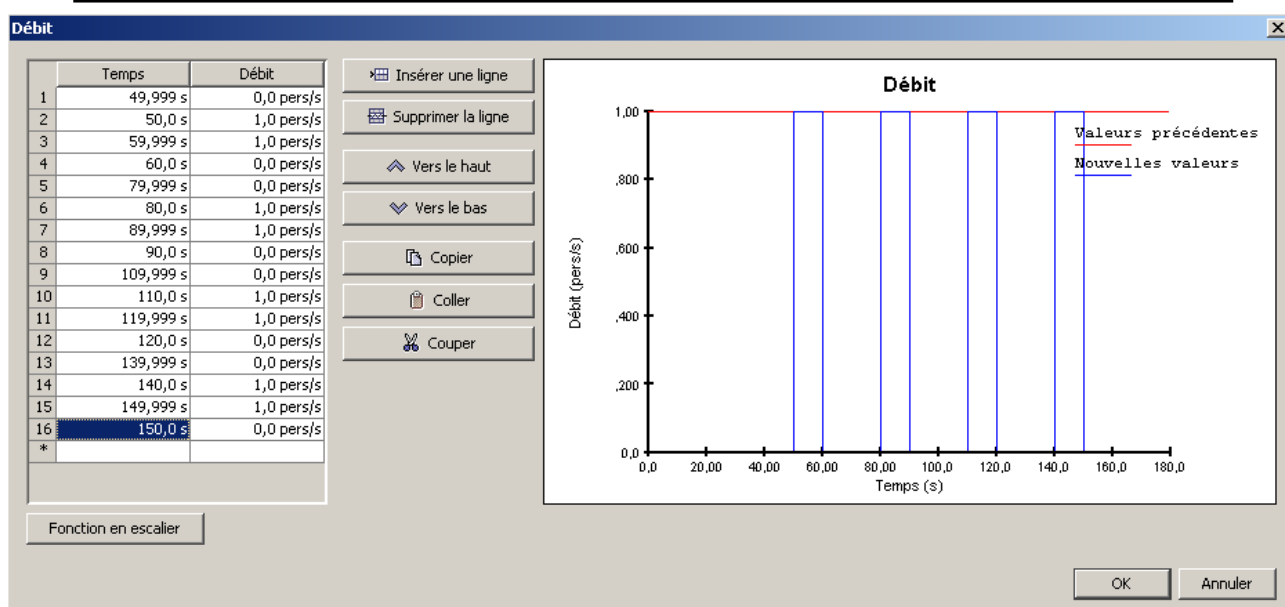

Figure 5.29: Editeur des débits pour l'arrivée d'occupants
- **Débit** : débit auquel les occupants doivent arriver, en nombre de personnes par seconde. Le débit peut être constant, ou décrit par une fonction dans un tableau. L'éditeur du tableau est présenté dans la figure 5.29 plus loin. L'éditeur peut s'employer pour construire automatiquement une fonction périodique en escalier. Pour cela, cliquez sur le bouton **Fonction en escalier**. Le dialogue pour décrire la fonction est présenté dans la figure 5.28, avec les données pour générer la fonction montrée en figure 5.29. Les paramètres pour décrire la fonction sont les suivants :